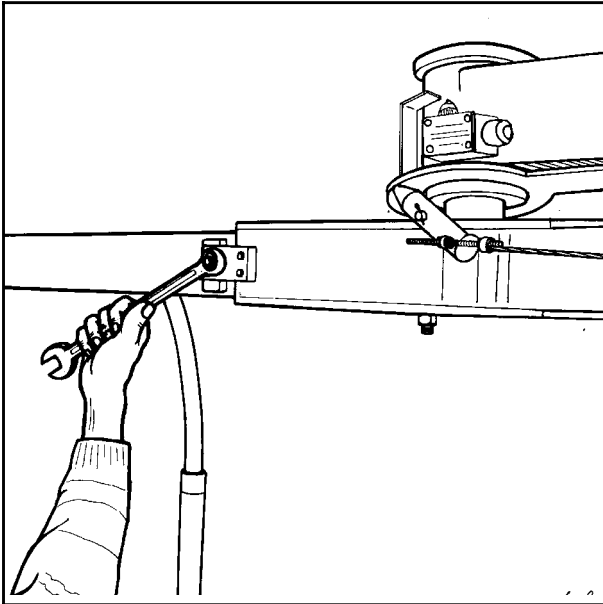

Bild 2-8
3. Die Befestigungsschrauben für die Befestigungsplatte, die den Zusatzarm in Arbeitsstellung hält, lösen. Danach den Zusatzarm nach innen zum Turm schwenken. (Siehe Abb. 2.8).